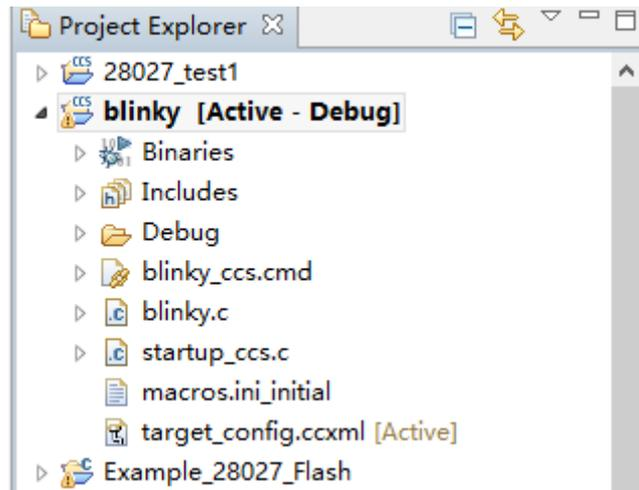

图 5.9 运行 blinky 工程
1. 选择 blinky 工程，使其处于 active-debug 状态，如图 5.9；